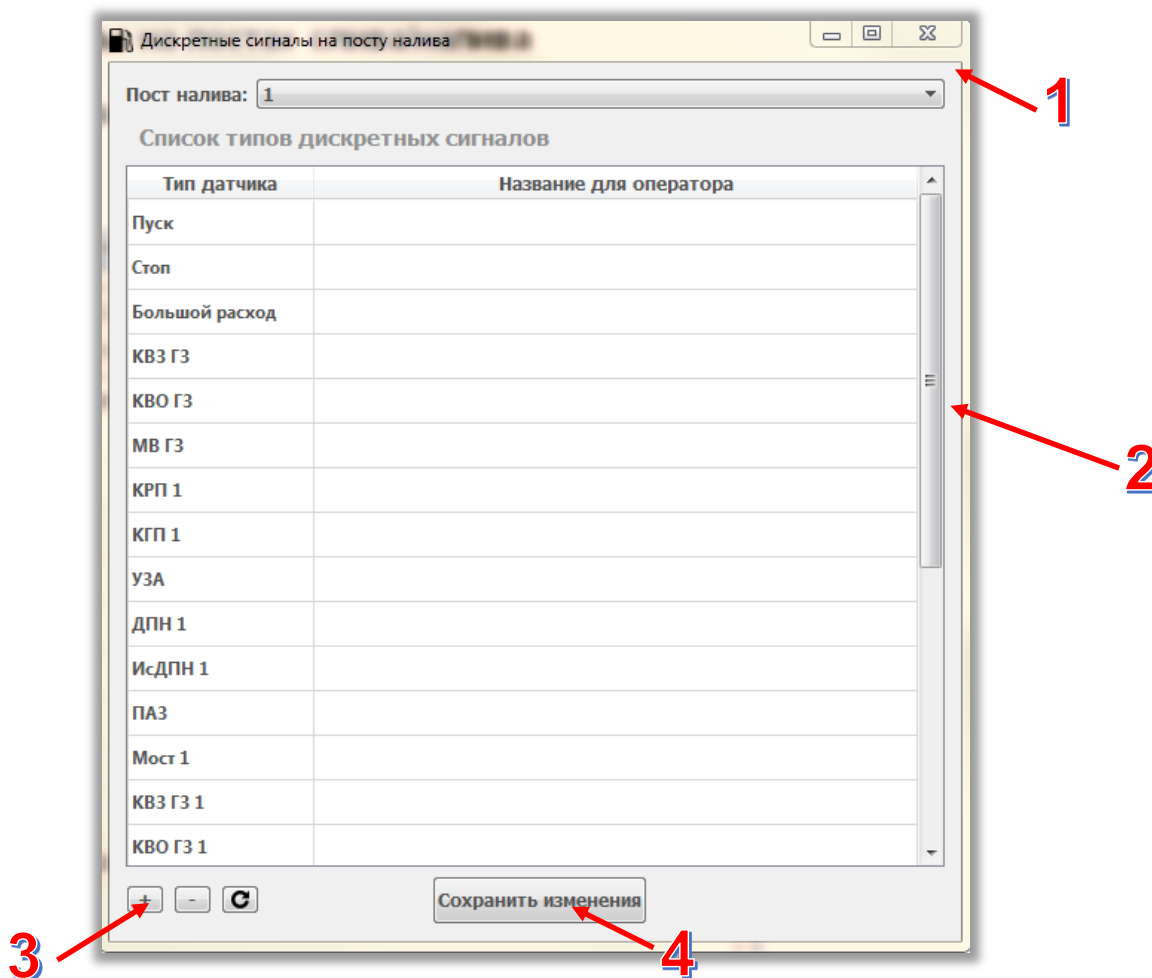

Рисунок 2.4 – Окно «Дискретные сигналы на посту налива/слива»
- Поле выбора поста налива (см. рис. 2.4, поз. 1);
- Список дискретных сигналов (см. рис. 2.4, поз. 2);
- Кнопки корректировки данных (см. рис. 2.4, поз. 3);
- Кнопка сохранения изменений (см. рис. 2.4, поз. 4).
Для привязки к посту налива дискретного сигнала следует в поле выбора поста налива (см. рис. 2.4, поз. 1) задать пост и в открывшийся список дискретных сигналов при помощи кнопки добавления данных «+» (см. рис. 2.4, поз. 3) добавить новую строку и заполнить ее.
Чтобы сохранить изменения следует нажать кнопку «Сохранить изменения» (см. рис. 2.4, поз. 4).